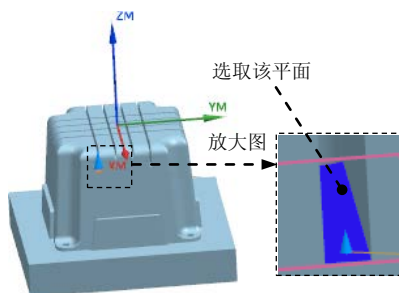

图 20.60 指定底面
Step2. 然后选取图 20.60 所示的面，单击“平面”对话框中的按钮，返回“平面铣”对话框。